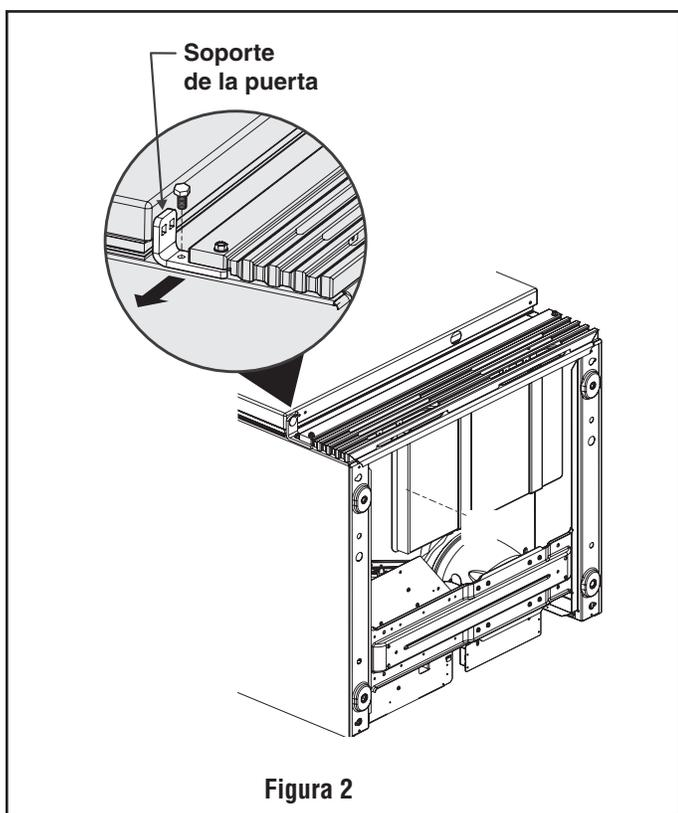

Figura 2
6. **MODELOS CON PUERTA DE VIDRIO SOLAMENTE:** retire el soporte inferior de la puerta y el tornillo opuesto a la bisagra usando una llave de cubo de 3/8". Vea la figura 2.